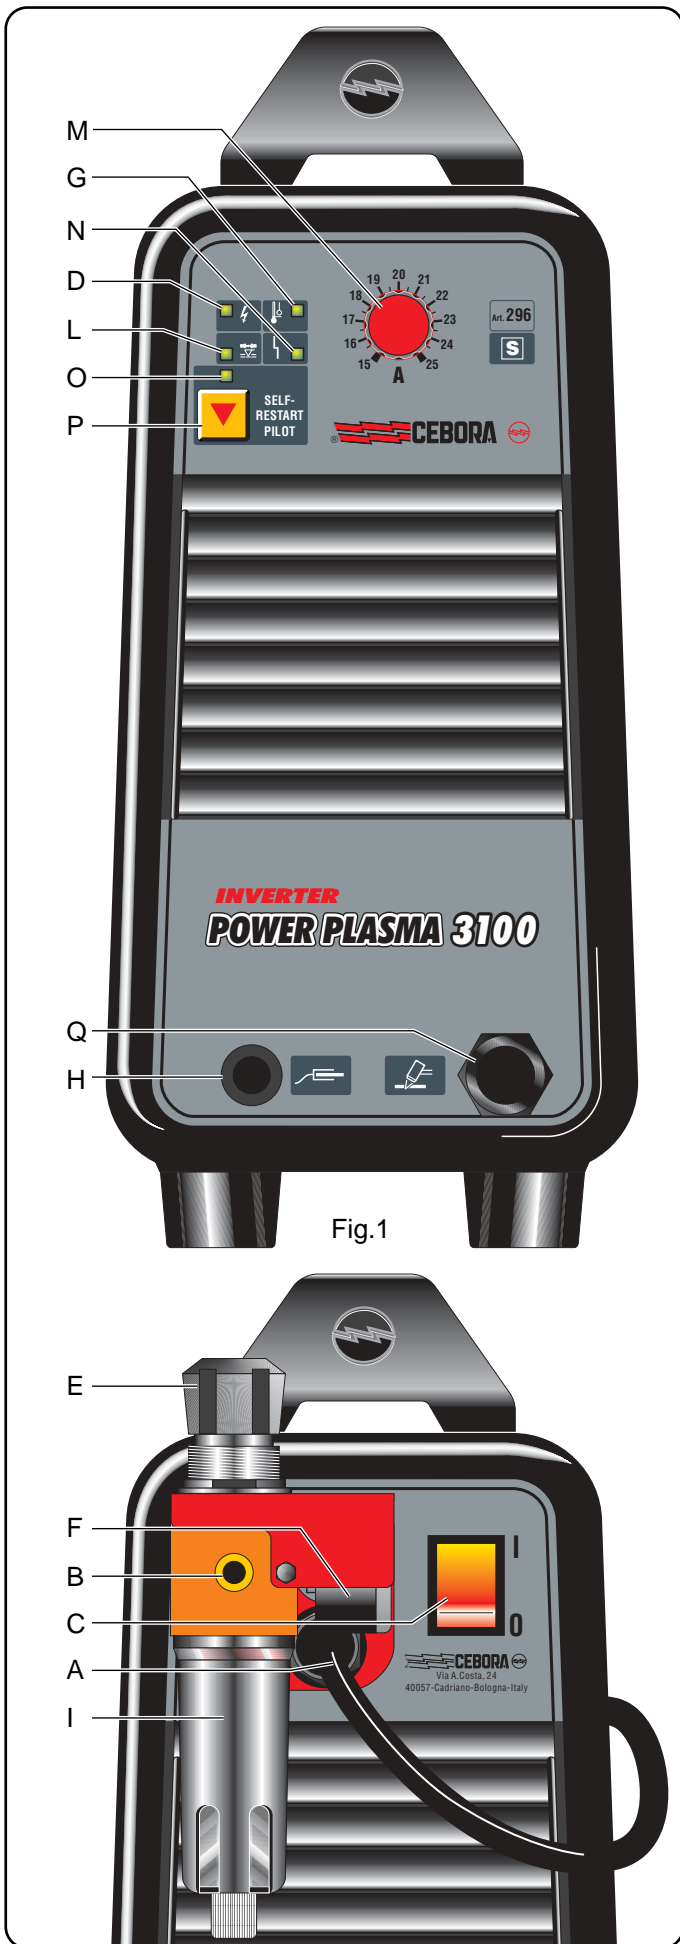

Fig.1
-  Se evidencia al encendido del led G (ver fig. 1)
-  Colocado en la alimentación de la antorcha para evitar que la presión del aire sea insuficiente viene evidenciado por el encendido del led L (ver fig.1).